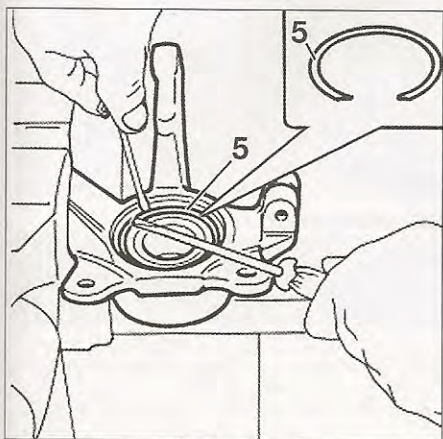

FIG. 14
- Retirar el anillo de seguridad (5) de tope del rodamiento (fig. 14).